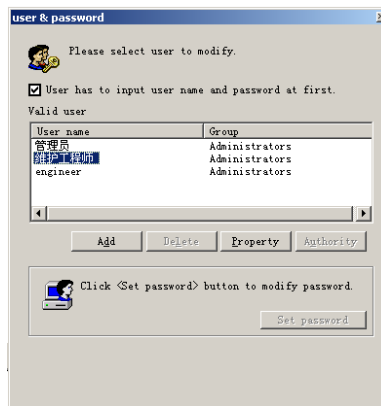

Fig.4-14 Adăugați un utilizator și o parolă
b) Selectați [Adăugați] în ghidul de pop-up fereastra de setare, apoi introduceți un nume de utilizator și o parola în fereastra pop-up; faceți clic pe [OK] pentru a reveni la fereastra prezentată în Fig.4-14. Setarea de utilizator și parola este terminat.